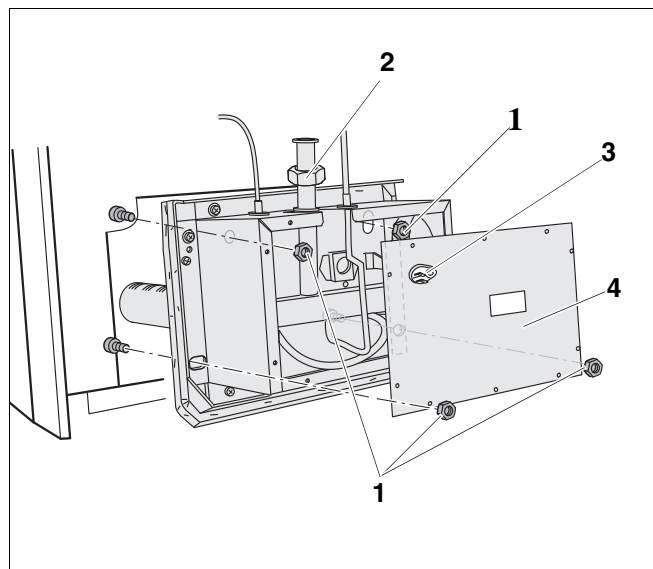

Fig. 4 Brûleur gaz
17. Resserrer le raccord-union (→ fig. 4, page 7) entre le bloc gaz et le caisson. Veiller à ce que le joint démonté à l'étape 8 soit réinséré dans le tuyau de raccordement.